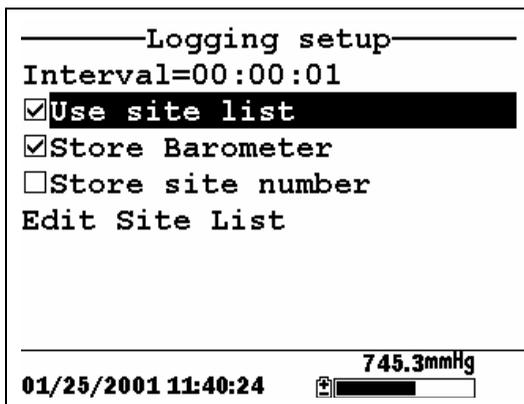

图 9.6 Logging Setup Screen
- 3.按 **Enter** 键。在 use site list 选项前的方框中将出现一个对勾, 同时, 在其下方将出现两行新的命令行。见图 9.6 记录设置窗口。
- 2.使用键头按钮选中编辑采样点列表 (**Edit Site List**) 选项。见图 9.6 Logging Setup Screen。